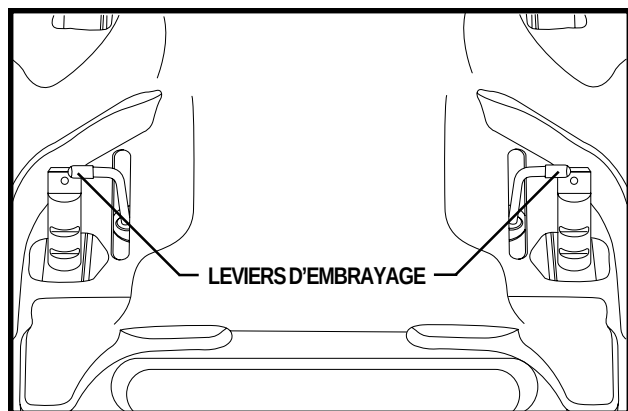

Figure 8. Position débrayée (Double levier)
1. Tournez les leviers vers l'intérieur pour désembrayer. Voir la figure 8.